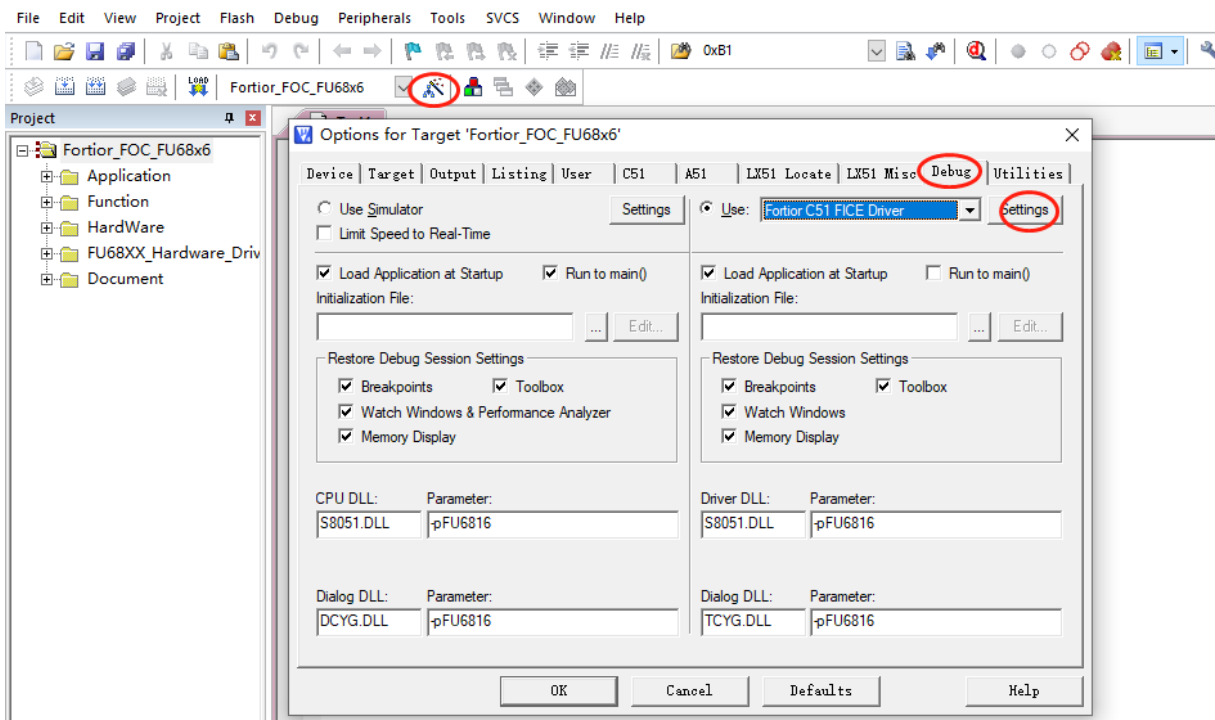

图 36-1 代码保护配置
1. 打开 8051 集成开发工具，编译前进入 Target Options 中并选择 Debug 选项卡，按照上图 36-1 所示进行选择，并点击 Settings 进入下一步设置；